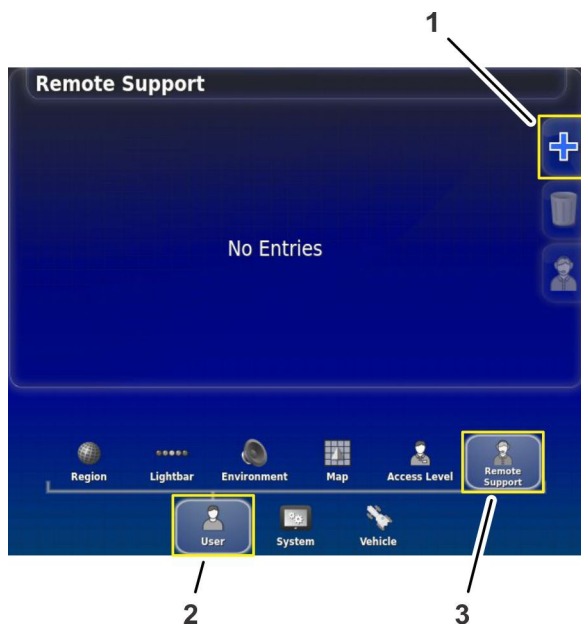

Figura 212
2. No ecrã de configuração, pressione o ícone UTILIZADOR e, em seguida, o ícone SUPORTE REMOTO (Figura 212).
3. Se não houver registos de suporte técnico na janela de suporte remoto, pressione o ícone ADICIONAR SUPORTE TÉCNICO (Figura 212).